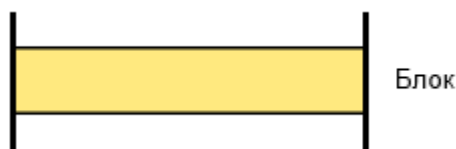

Рисунок 13.57 – Заявка на блок
1) Заявка на блок (Рисунок 13.57):